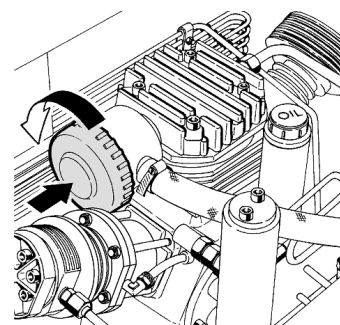

Рисунок 13
- отвернуть крышку фильтра, вращая её против часовой стрелки (рисунок 13);